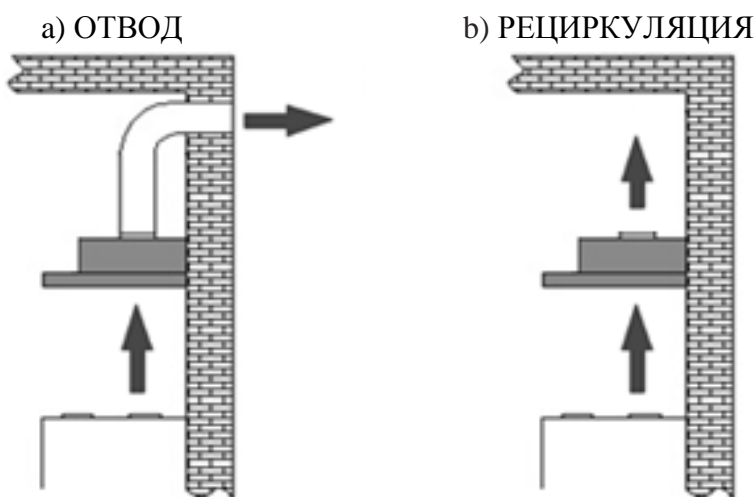

Рис. 7
1) Отвода (рис. 7а) – воздух удаляется из помещения через соединение вытяжки с вентиляционным каналом жестким пластиковым воздуховодом или гофрированным шлангом диаметром 120 мм. И, таким образом, все кухонные испарения, запахи, гарь и копоть, проходя через многоразовые алюминиевые жироулавливающие фильтры, выводятся за пределы помещения. При данном режиме работы нет необходимости устанавливать угольные фильтры. Режим отвода является наиболее эффективным, поскольку вытяжка удаляет все кухонные испарения за пределы кухни в вентиляционную шахту.